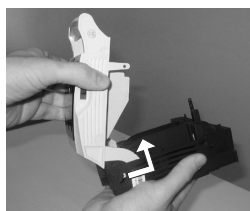

Figura 3
- Mueva la tapa a lo largo de la base de la seccionadora, a continuación retire la tapa (Figura 3).